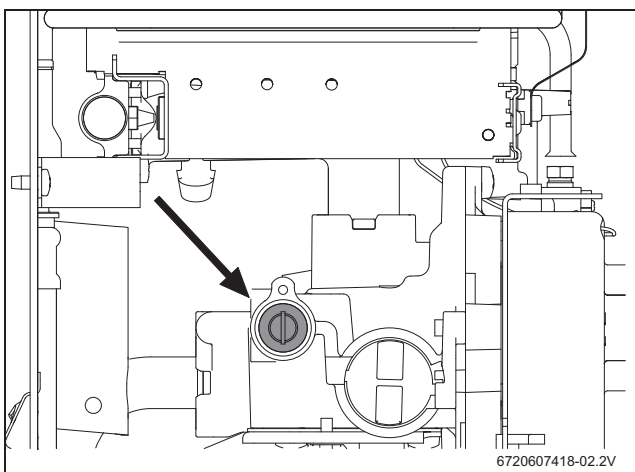

Fig. 13 Tornillo de ajuste de caudal de gas máximo
- Desmontar la cubierta del tornillo de ajuste del gas (Fig. 13).
- Utilizando la tuerca de ajuste (Fig. 13) regule la presión hasta alcanzar los valores indicados en la tabla 7.